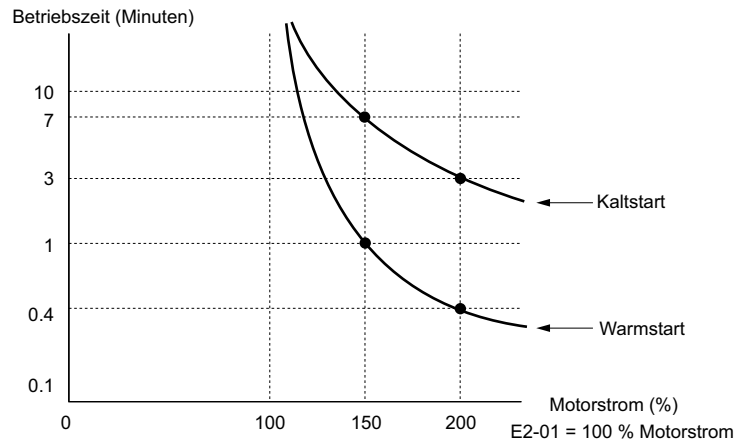

Abb. 5.87 Motorschutz-Betriebszeit
- **Abb. 5.87** zeigt ein Beispiel der thermoelektrischen Schutzbetriebszeit unter Verwendung eines Universalmotors, der bei 50 Hz mit Einstellung von L1-02 auf eine Minute arbeitet.